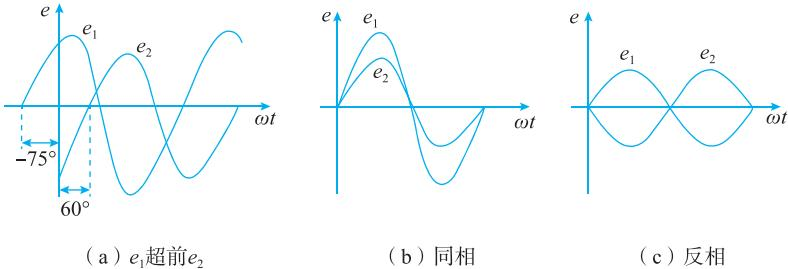

图 2-1-7 交流电的相位关系
- (1) 若  $\Delta\varphi = \varphi_1 - \varphi_2 > 0$ , 则  $e_1$  超前  $e_2$ , 或者说  $e_2$  滞后  $e_1$ , 如图 2-1-7(a) 所示;
- (2) 若  $\Delta\varphi = 0$ , 称这两个交流电为同相, 波形如图 2-1-7(b) 所示;
- (3) 若  $\Delta\varphi = 180^\circ$ , 称这两个交流电为反相, 波形如图 2-1-7(c) 所示。